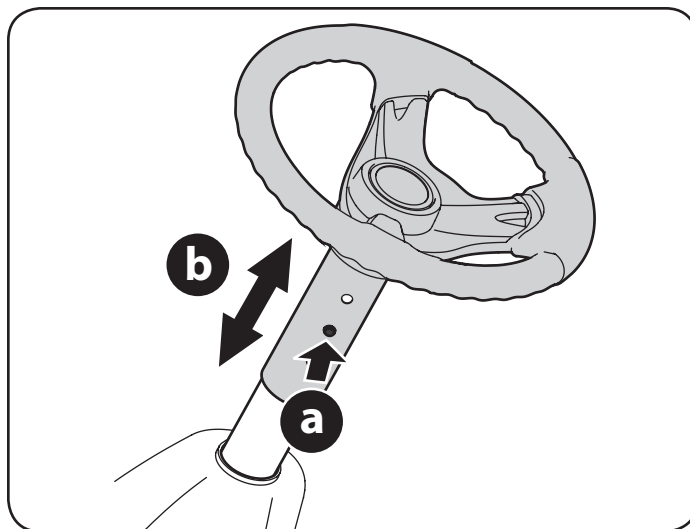

Figura 10
2. Pulse el botón de la columna de la dirección y eleve o baje el volante (b) hasta la posición deseada. Vea la Figura 10.